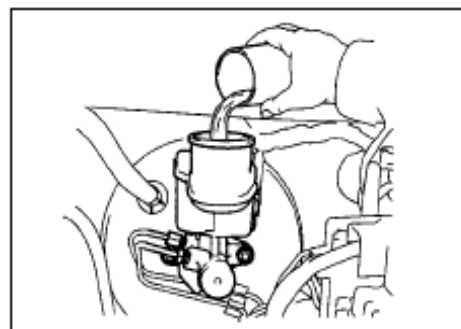

Рис. 245
- 1. Наполните специальный бачок тормозной жидкостью(рис. 245)**